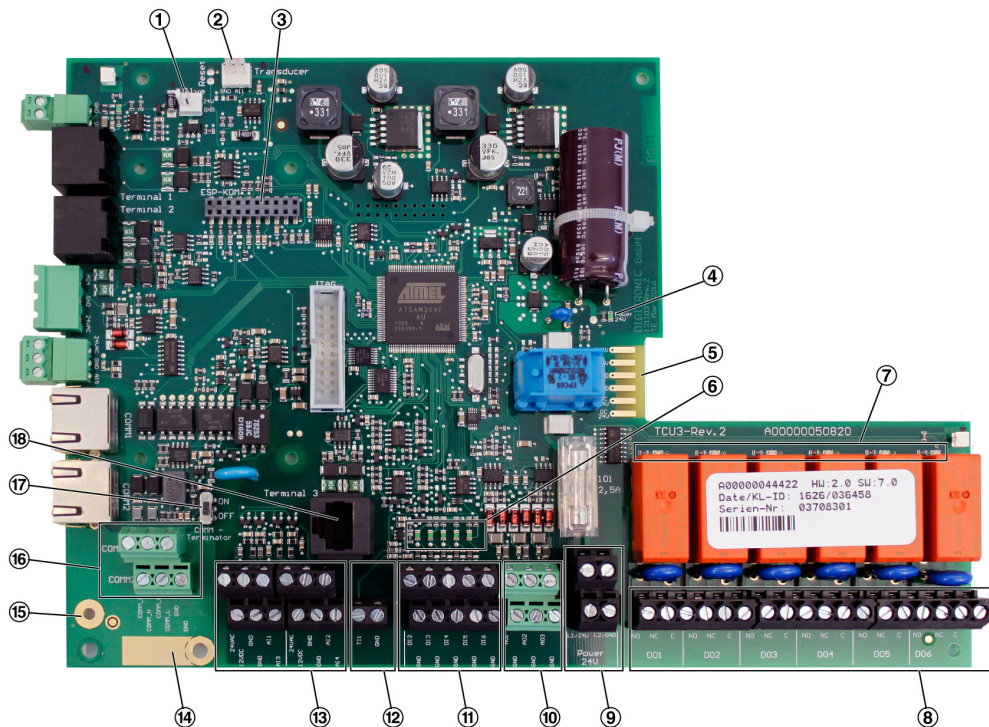

Abb. 4: Schnittstellen und Anzeigen der Hauptplatine
| Ventil (1) | - Anschluss an „Valve“ (Abb. 4/1) |
| Membrandrucktransmitter (2) | - Anschluss an „Transducer“ (Abb. 4/2) |